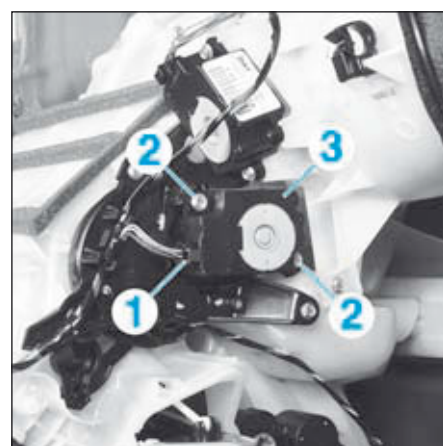

FIG.39
- Débrancher le connecteur (1) (Fig.39).
- Déposer les vis (2).
- Déposer le servomoteur de distribution (3).